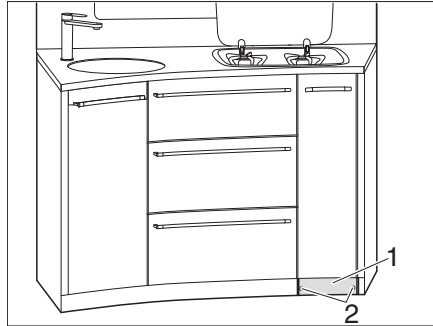

Bild 109 Skruva av sockel
- Skruva av 2 skruvar (Bild 109,2) på sockeln (Bild 109,1).
- Ta av sockeln (Bild 109,1).